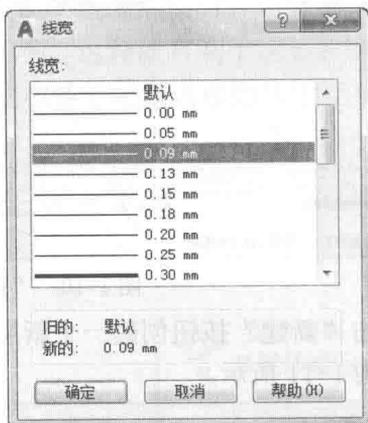

图 1-15 选择线宽
⑥单击“中心线”图层对应的“线宽”项，打开“线宽”对话框，选择 0.09mm 线宽，如图 1-15 所示。确认退出。